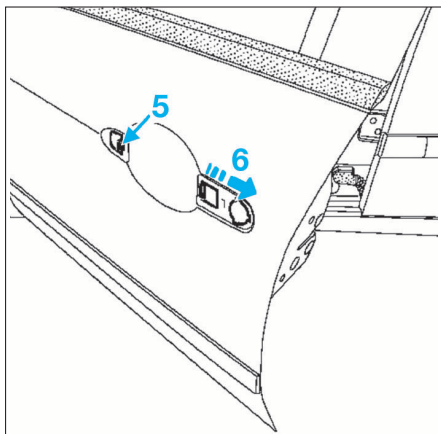

FIG. 76
- Percer le rivet (5) (Fig.76).